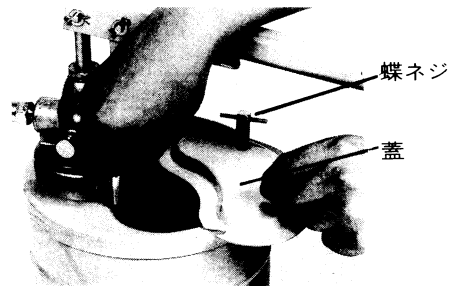

Fig.1
- 2) 油槽上面の蓋を止めている左右2個の蝶ネジを緩め、蓋を右方向にずらしてください。(Fig.1)